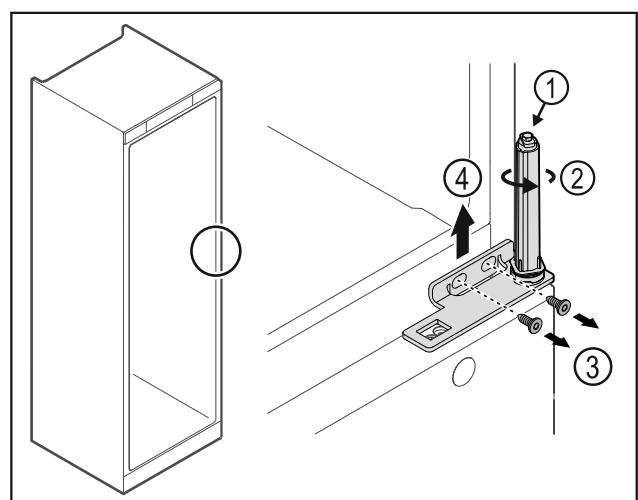

Fig. 27
- Non disassemblare il sistema di chiusura della porta Fig. 27 (1).
- Ruotare il sistema di chiusura Fig. 27 (2) finché non si innesta con un clic.
- ▶ Svitare le viti Fig. 27 (3), rimuovere la cerniera angolare Fig. 27 (4) verso l'alto.